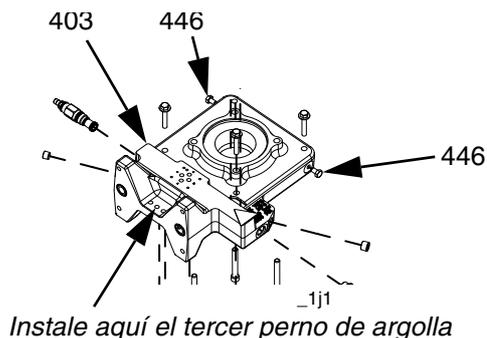

FIG. 6
4. Desconecte la manguera de entrada y el accesorio del intercambiador de calor, del accesorio acodado (417). Desconecte la manguera de salida y el accesorio del intercambiador de calor, del accesorio acodado (425).
5. Retire los dos pernos (446) de la carcasa de fluido (403) y sustituya cada uno por un perno de argolla fuerte de 5/16-18 roscado. Instale un tercer perno de argolla fuerte de 5/16-18 roscado como se indica. Consulte la FIG. 6. Vea la FIG. 4 en la página 14 para obtener una vista del paquete de alimentación hidráulica.
3. Alinee los agujeros con el tanque, luego instale apretando con la mano los cuatro pernos (304) y arandelas (303) que fijan el tanque a la carcasa eléctrica. Apriete a 14 N•m (10 ft-lb).
5. Retire los pernos de argolla. Instale los pernos originales (446) en la carcasa de fluido (403). Consulte la FIG. 6.
7. Conecte la manguera de entrada y el accesorio del intercambiador de calor al accesorio acodado (417). Conecte la manguera de salida y el accesorio del intercambiador de calor al accesorio acodado ubicado en la cara trasera derecha del tanque. Consulte **Módulo de paquete de alimentación** en la página 24.